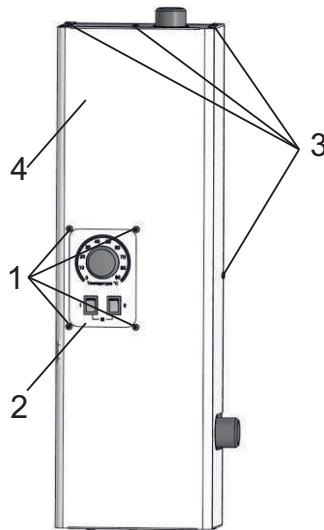

Рисунок 1. Прибор. Внешний вид.
4.2 Для подключения прибора и ремонтно-профилактических работ необходимо снять кожух согласно рис.1.